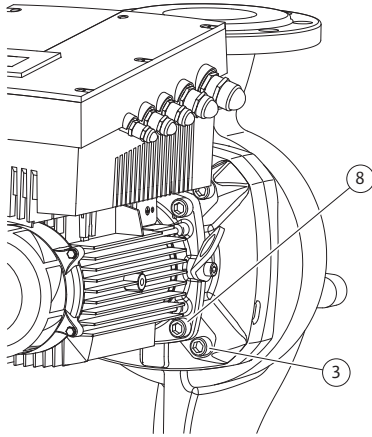

Fig. 46: Fijación opcional del componente integrado
16. Según el tipo de bomba, afloje los tornillos (Fig. 7, Pos. 10) o alternativamente los tornillos (Fig. 46, Pos. 8).
22. Deslice con cuidado la linterna sobre el eje, y colóquela en la posición anterior o en otra posición en el ángulo deseado respecto a la brida del motor. Tome en cuenta aquí las posiciones de montaje permitidas de los componentes (ver capítulo 7.1 "Tipos de montaje permitidos y modificación del orden de los componentes antes de la instalación" en la página 153). Fije la linterna con los tornillos (Fig. 6, Pos. 10) **o bien** – en los tipos de bombas/linternas según (Fig. 46) – con los tornillos (Fig. 46, Pos. 8) en la brida del motor.